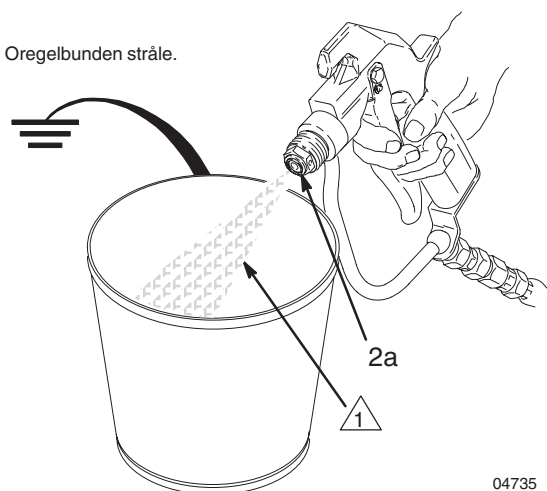

Fig. 5
4. Rikta pistolen ner i ett jordat metallkärl och håll den stadigt mot kärlet. Aktivera pistolen. Om vätskan som kommer ut **inte** sprids till en oregelbunden stråle skall hela nålsatsen bytas omgående. Se Fig. 5.